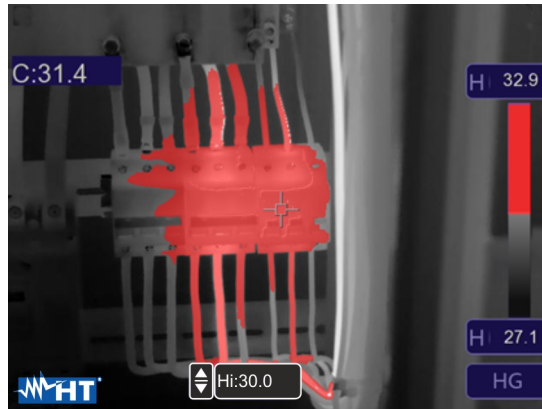

Fig. 37: Selezione isoterma Allarme sopra Temp.
5. Toccare il campo "Hi" nella parte bassa del display e usare i tasti freccia ▲ o ▼ per impostare il valore della soglia di temperatura **massima** oltre il quale lo strumento mostra i punti dell'immagine in colore rosso e in grigio i restanti punti (vedere Fig. 37)